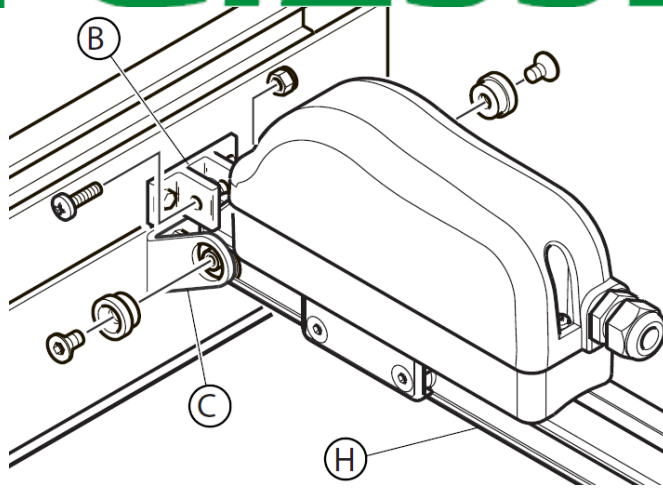

**Рис.8** Установка монтажных элементов крепления кронштейнов к приводу
5. установите винт D в рейку E как показано на рис.8;
6. установите фиксирующую скобу G как показано на рис.8 в паз на приводе H;